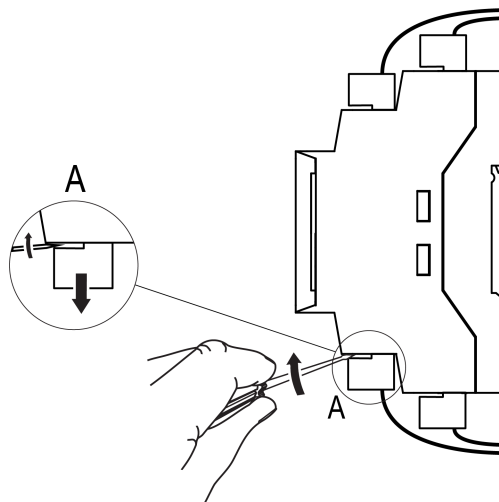

Abb. 5.3 Schneller Austausch
2. Entfernen Sie alle abnehmbaren Klemmleisten mit bestehender Verdrahtung mittels Schraubenzieher oder einem ähnlichen Werkzeug (*Abb. 5.3*).